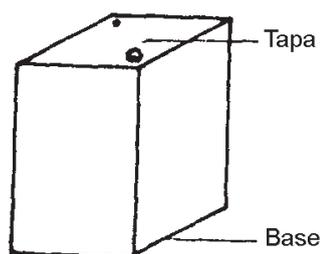

Figura 1
- Córtale al tarro la tapa y la base (figura 1).